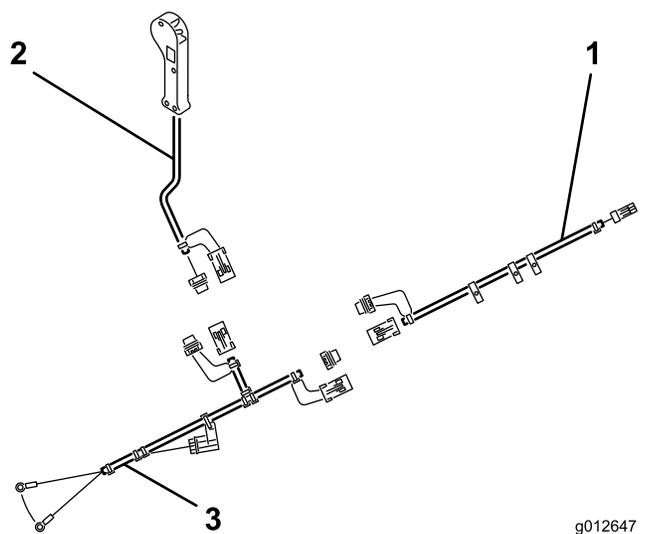

Рисунок 7
1. Вставьте разъем жгута проводов пескователя в разъем электромагнитного клапана на машине (Рисунок 7).